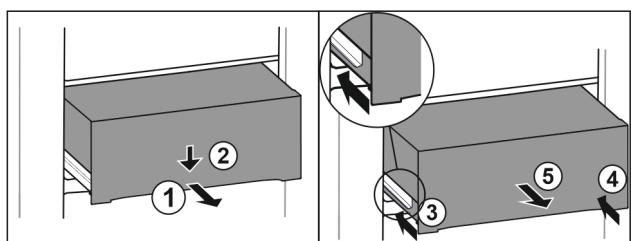

Fig. 114
- Вытяните выдвижной ящик наполовину. Fig. 114 (1)
- Вдавите выдвижной ящик в передней части вниз. Fig. 114 (2)
- Задвиньте левую направляющую прим. на 2 см. Fig. 114 (3)
- Задвиньте правую направляющую прим. на 2 см. Fig. 114 (4)
- Извлеките выдвижной ящик движением вперед. Fig. 114 (5)